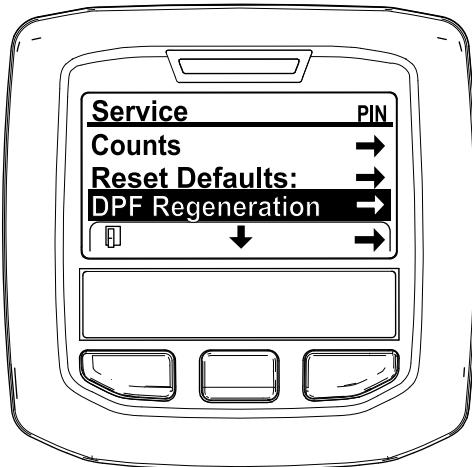

図 27
- 整備メニュー SERVICE MENU で、中央ボタンを押して DPF 再生 DPF REGENERATION へ移動し、右ボタンで DPF 再生 DPF REGENERATION を選択する 図 27。